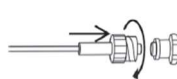

図2
- 図 2 のように、ガスサンプライン（オス型ルアーコネクタ）を呼吸ガスモニタに接続する。